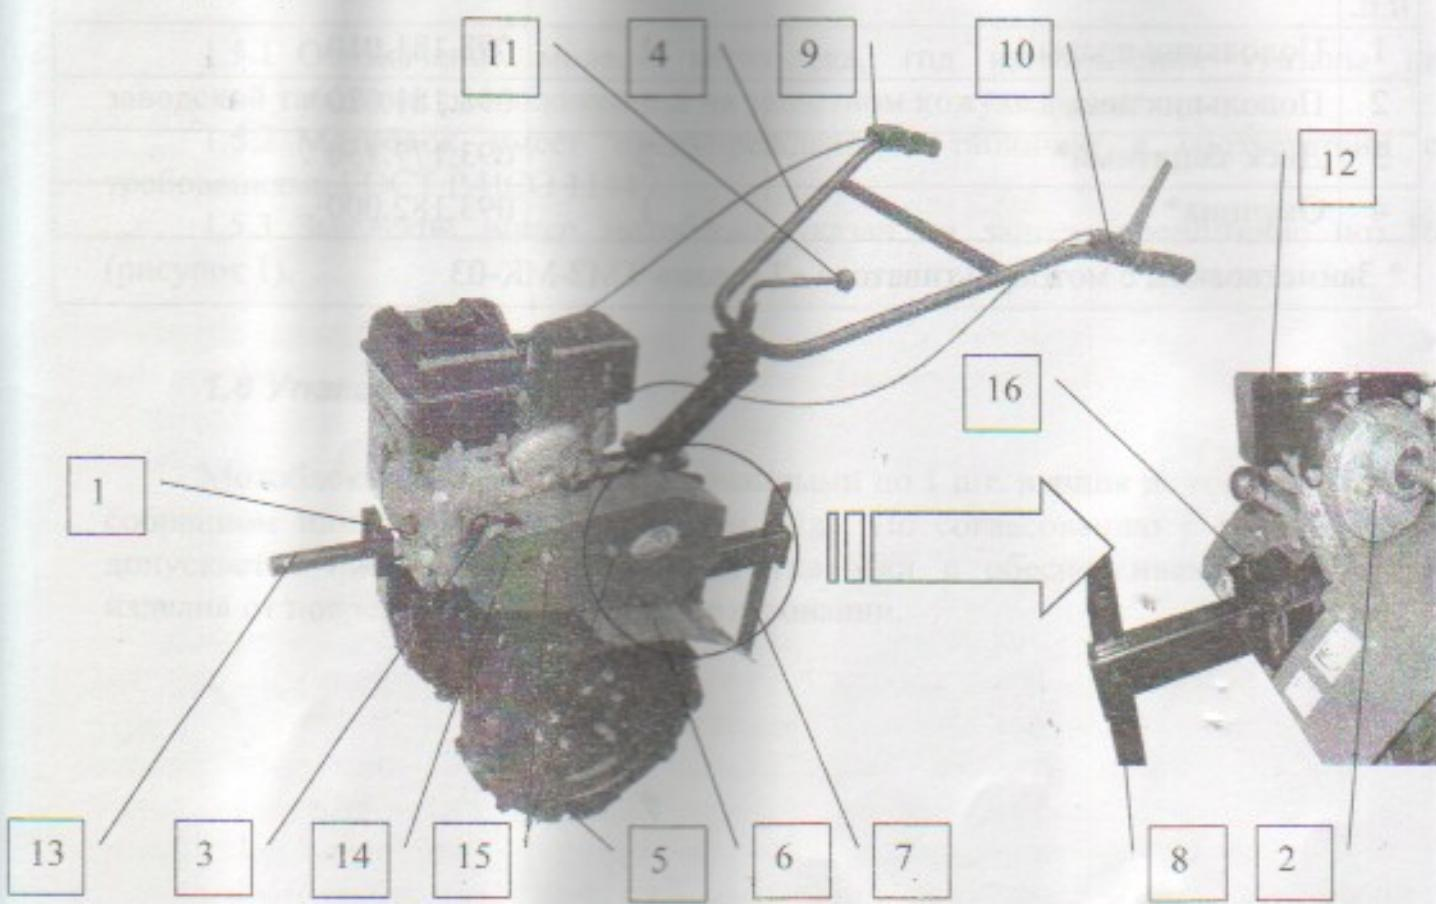

Рисунок 1 – Мотоблок «Тарпан-07-01»
1.4.1 Принцип действия мотоблока: от двигателя 1 (рисунок 1) через механизм сцепления 3 и коробку переключения передач 2 приводится во вращение вал редуктора, на котором закреплены колеса 5, приводящие в движение мотоблок.
1.5.3 Заводской номер мотоблока указан на заднем кронштейне поз. 16 (рисунок 1).